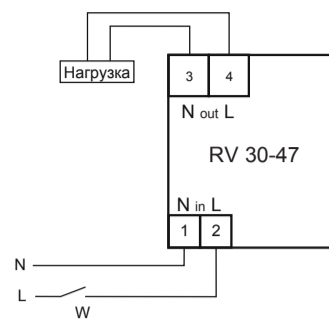

Рис. 2: схема подключения нагрузки мощностью до 4,4 кВт к устройству
7.2. Если мощность нагрузки не превышает **4,4кВт**, подключите нагрузку к изделию согласно рис.2. Для этого используйте одножильный или многожильный провод с двойной или усиленной изоляцией сечением, соответствующим мощности нагрузки. Переменное фазное напряжение подается на контакты 1 и 2 устройства. Напряжение может подаваться через выключатель W или напрямую.